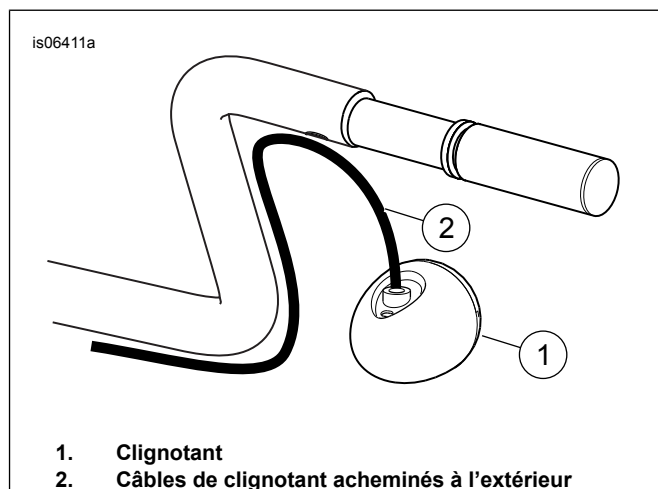
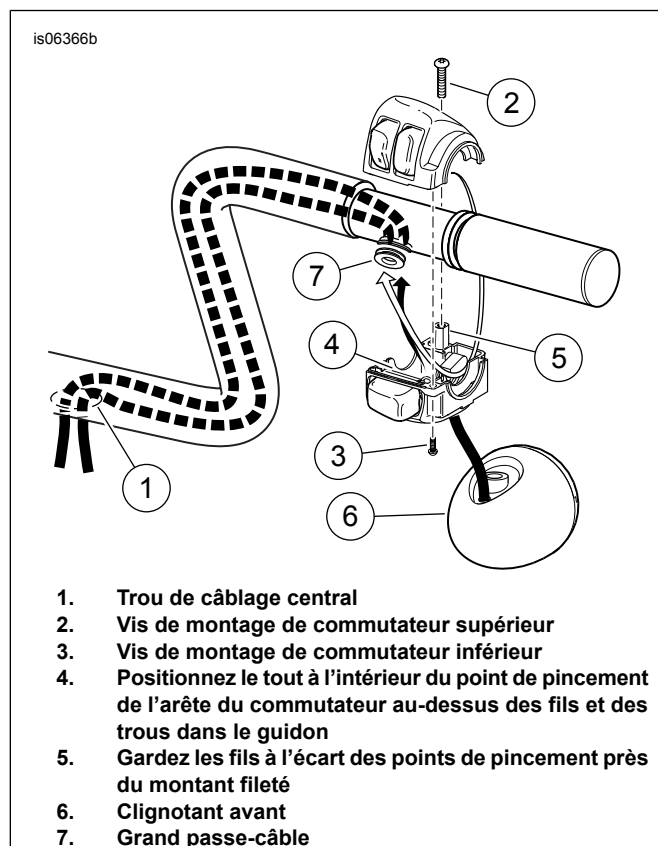

Figure 4. Clignotants montés sur le guidon qui nécessitent une relocalisation
Figure 5. Acheminement du clignotant et du câble de clignotant à travers le boîtier de câble
- Pour les modèles SANS clignotants montés sur le guidon** : Passer à l' **Étape 9** (après Figure 5). **Pour les modèles AVEC clignotants installés sur le guidon** : Si les câbles de clignotant d'origine traversent les boîtiers de commutateurs et entrent dans le guidon par la grande ouverture (J), passer à l' **Étape 4** (après Figure 4). Consulter la figure 4. Si les clignotants d'origine ont été acheminés à l'extérieur, ces clignotants doivent être relocalisés à l'extérieur du guidon. Réaliser la relocalisation à cette étape en suivant les directives qui figurent dans le kit de relocalisation approprié.
Consultez Figure 5 . Vérifier que le grand passe-câble (7) a été positionné sur le commutateur et le faisceau, près de l'extrémité du commutateur.